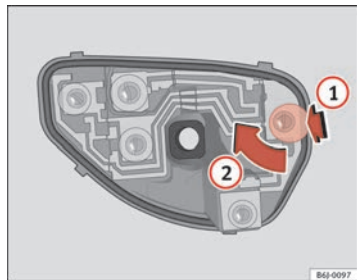

Abb. 145 Glühlampenersatz Rückleuchten
- Nach dem Abnehmen der Lampenfassung drücken Sie in Richtung des Pfeils (1) und drehen gleichzeitig in Richtung des Pfeils (2) ⇒ Abb. 145. ■